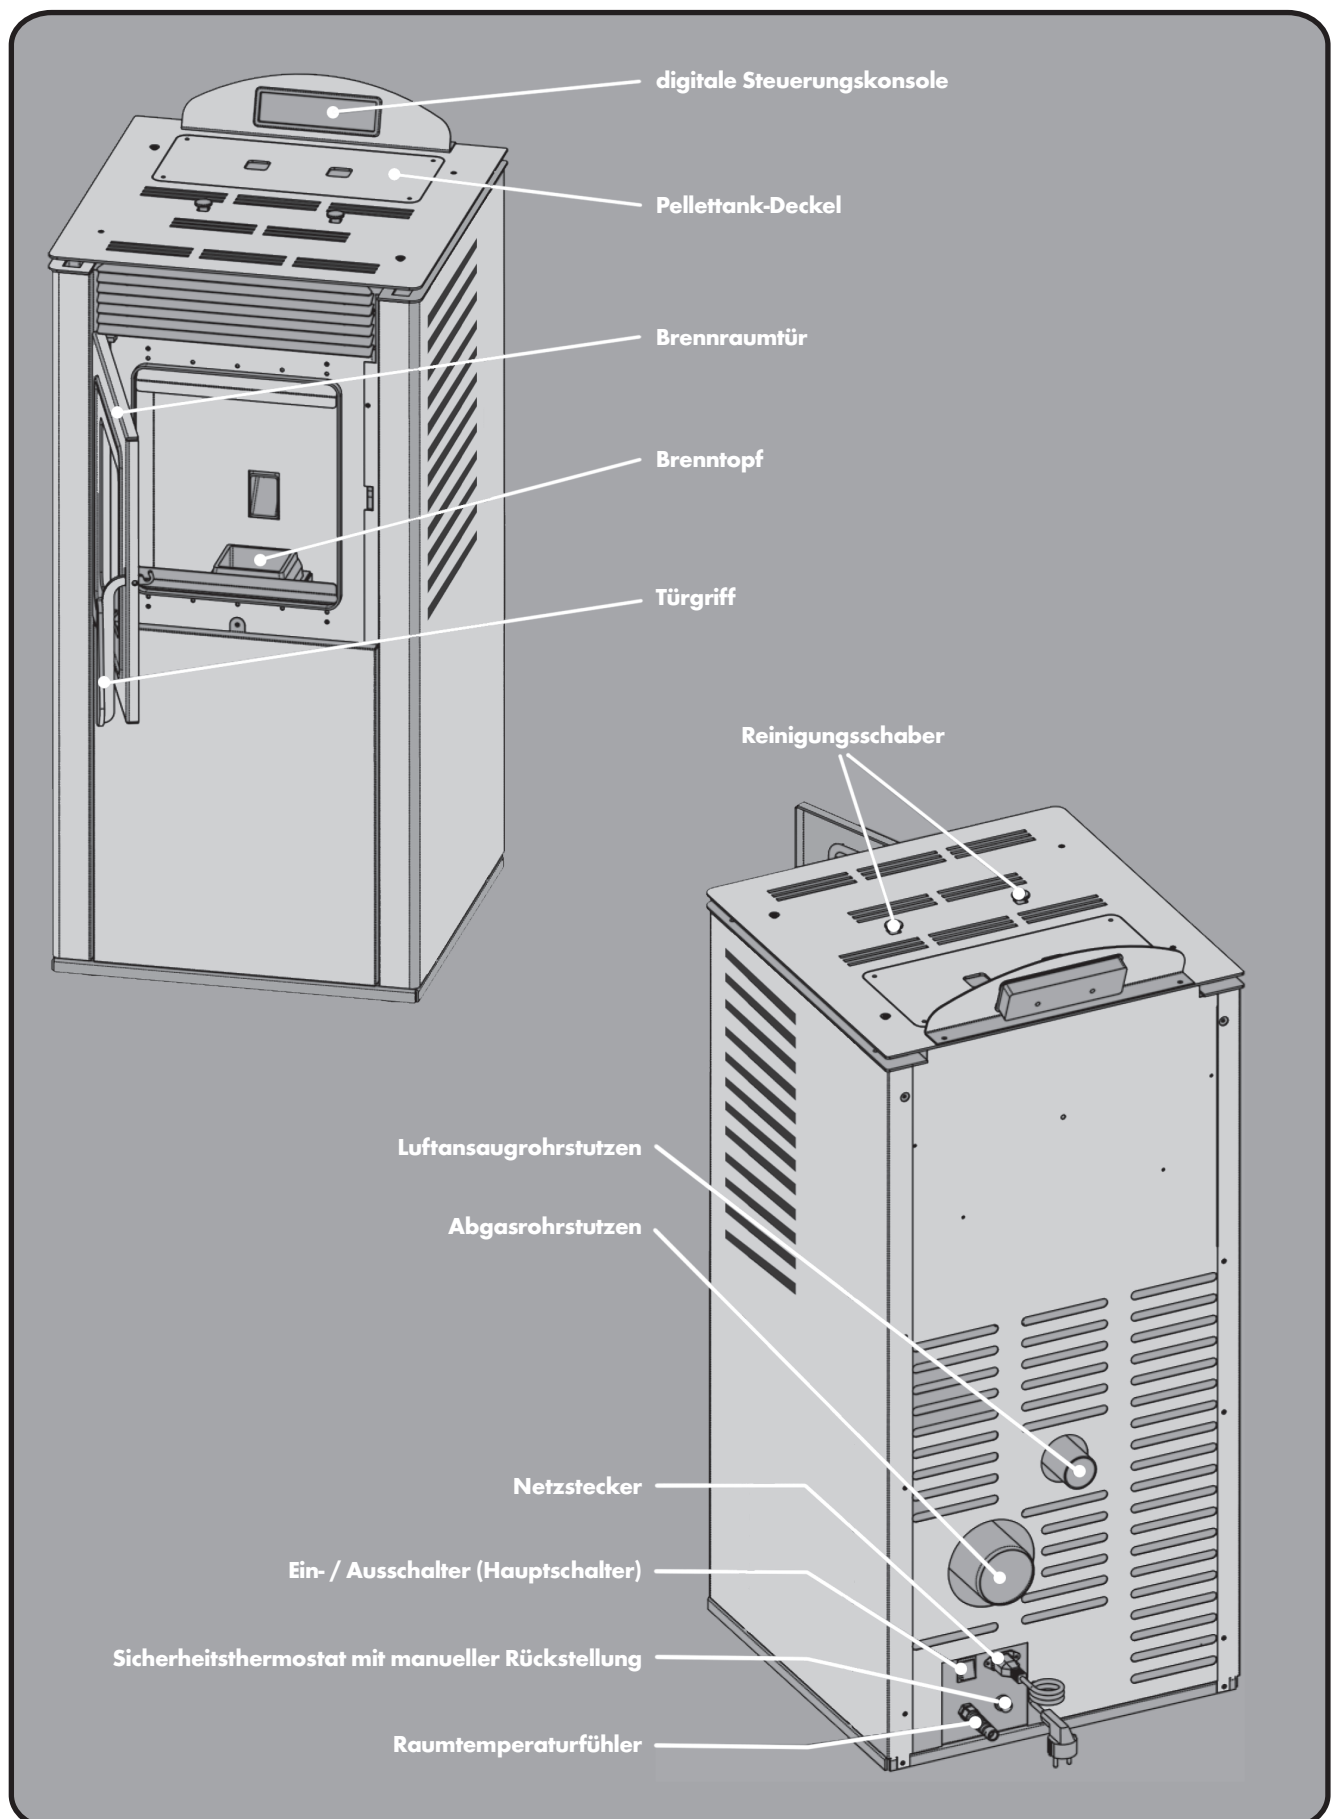

Abb. 2a: Geräteübersicht
- ▶ Schalten Sie im Falle eines Kaminbrandes den Ofen sofort am Hauptschalter (siehe Abb. 2a) ab und ziehen Sie den Netzstecker aus der Steckdose. Versuchen Sie auf keinen Fall den Brand selbst zu löschen. Schütten Sie niemals Wasser in einen brennenden Kamin. Rufen Sie unverzüglich die Feuerwehr! Lassen Sie zur Identifizierung der Brandursache den Kamin unbedingt von Ihrem Bezirksschornsteinfeger überprüfen, bevor Sie den Pellet-Heizofen wieder in Betrieb nehmen.
- Schalten Sie den Ofen sofort am Hauptschalter (siehe Abb. 2a) ab, wenn aus irgendeinem Teil des Ofens oder des Abgasrohrs Rauch entweicht. Sorgen Sie für eine gute Raumbelüftung, indem Sie sämtliche Fenster öffnen. Lassen Sie den Ofen vollständig abkühlen, bevor Sie die Ursache der Rauchentwicklung ermitteln. Ziehen Sie, wenn nötig einen Fachmann hinzu. Starten Sie das Gerät nicht, bevor die Ursache der Rauchentwicklung geklärt und behoben wurde.
1. Schließen Sie einen dafür geeigneten Schlauch bzw. Luftkanal (Ø 48 mm, max. Länge 2,0 m) am Luftansaugrohrstutzen (siehe S. 10, Abb. 2a) an der Geräterückseite an.
1. Vergewissern Sie sich, dass der Ein- / Ausschalter (siehe S. 10, Abb. 2a) auf der Position 0 steht.
2. Schließen Sie das beiliegende Netzkabel zunächst am Gerät an. Die Anschlussbuchse für das Netzkabel befindet sich unterhalb des Raumthermostats auf der Geräterückseite (siehe S. 10, Abb. 2a). Schließen Sie dann den Pellet-Heizofen an eine geerdete, durch einen FI-Schutzschalter abgesicherte Steckdose (230 V~50 Hz) an.
4. Bringen Sie nun den Ein- / Ausschalter (siehe S. 10, Abb. 2a) auf die Position I. Das obere Display steht nun auf „OFF“, das untere zeigt die aktuelle Uhrzeit an.